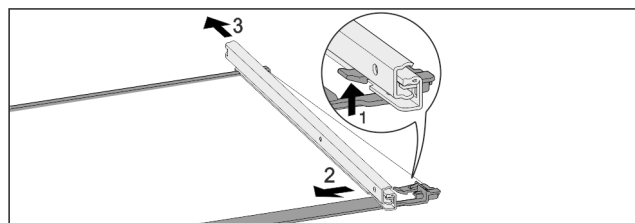

Fig. 191 Pllaka e xhamit me shinat
- Shtyni për lart grepat e kapjes në pjesën përpara. Fig. 191 (1)
- Shkëputni shinën me tërheqje në pjesën anësore Fig. 191 (2) dhe në pjesën prapa Fig. 191 (3).